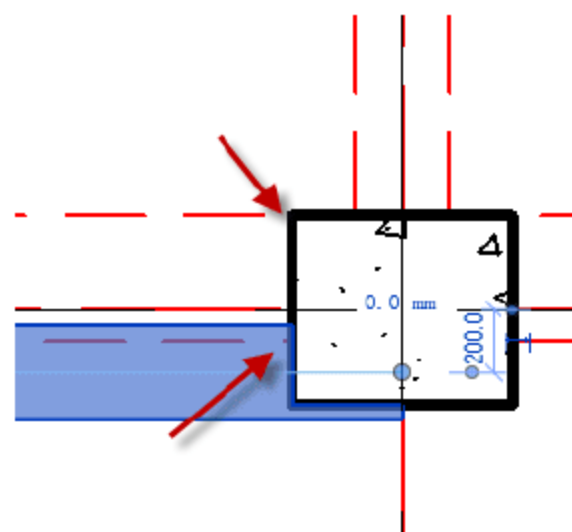

图 4.2.19 调整矩形梁的位置
(19) 调整矩形梁 KL-A1 的位置, 选中矩形梁 KL-A1, 按快捷键 M+V, 移动矩形梁的位置, 使其与梁线对齐, 如图 4.2.19 所示。